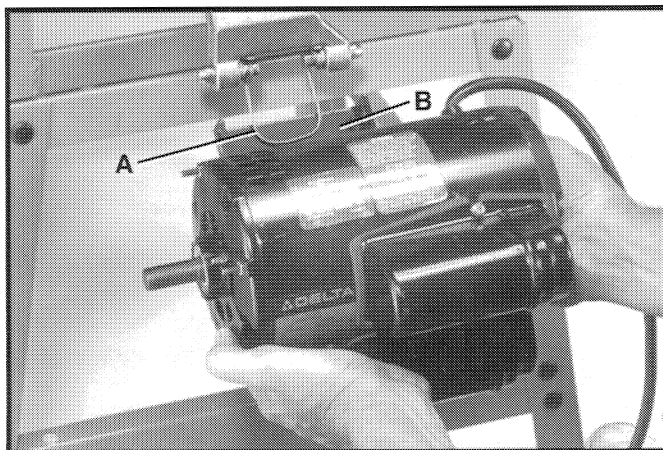

Fig. 12
1. Asegúrese que el resorte (A) Fig. 12 se encuentre sobre la placa del motor (B) según se ilustra.